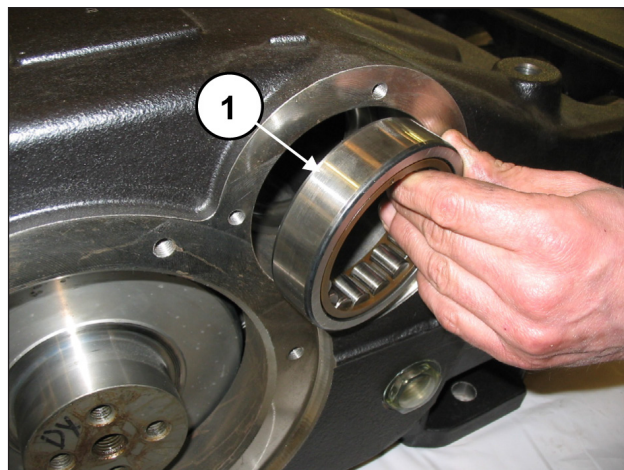
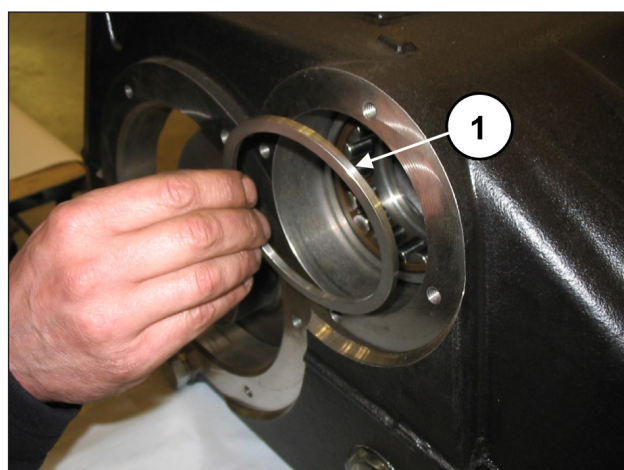
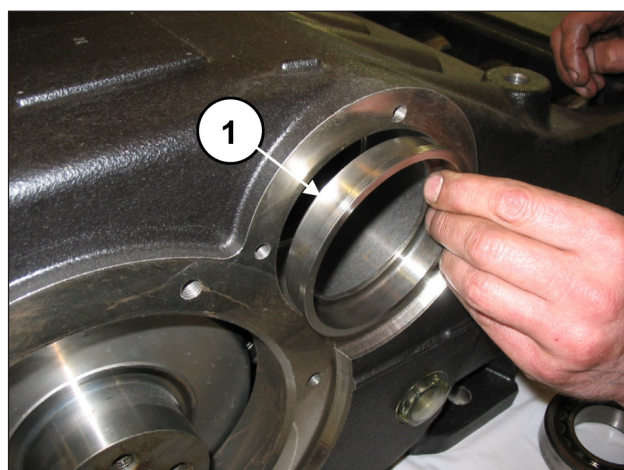

Рис. 36
Рис. 37
Рис. 38
С помощью достаточно длинного стержня (поз. ①, Рис. 36) и молотка извлеките из картера насоса кольца подшипников (поз. ①, Рис. 36), распорку внешнего подшипника (поз. ①, Рис. 37) и смазочную втулку подшипников (поз. ①, Рис. 38).